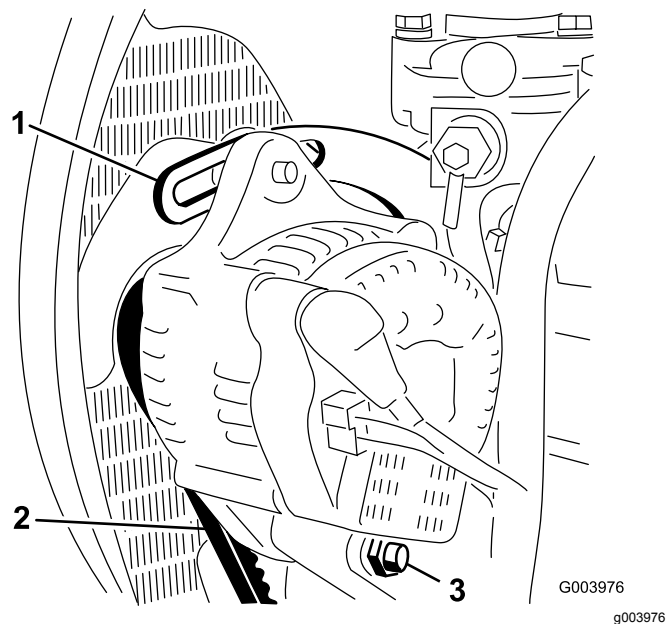

Рисунок 65
- Проверьте натяжение ремня генератора, надавив на него (Рисунок 65) посередине между шкивами генератора и коленчатого вала с усилием 10 кг.
- Ослабьте болт крепления скобы к двигателю (Рисунок 65), болт крепления генератора к скобе и болт оси поворота.